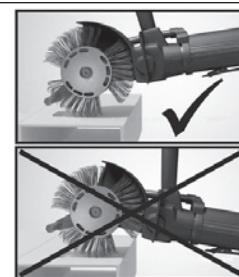

Fig. 3
- For at opnå optimal effekt skal accelerationsstaven føres tæt hen over overfladen. Er accelerationsstavens afstand til overfladen for stor, aftager effekten mærkbart. Se fig. 3. En nærmere beskrivelse af arbejdsmåden for **MBX®** Bristle Blaster® følger af den tilhørende DVD, eller se www.monti.de.